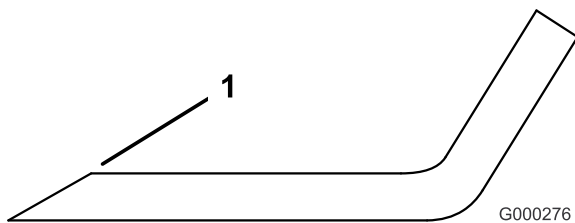

Bild 102
- Untersuchen Sie die Schnittkanten aller Messer. Schärfen Sie alle stumpfen und ausgekerbten Schnittkanten. Schärfen Sie nur die Oberseite der Schnittkanten und behalten dabei den ursprünglichen Schnittwinkel bei, um die Schärfe des Messers zu gewährleisten (Bild 102). Das Schnittmesser behält seine Auswuchtung bei, wenn von beiden Schnittkanten die gleiche Materialmenge entfernt wird.